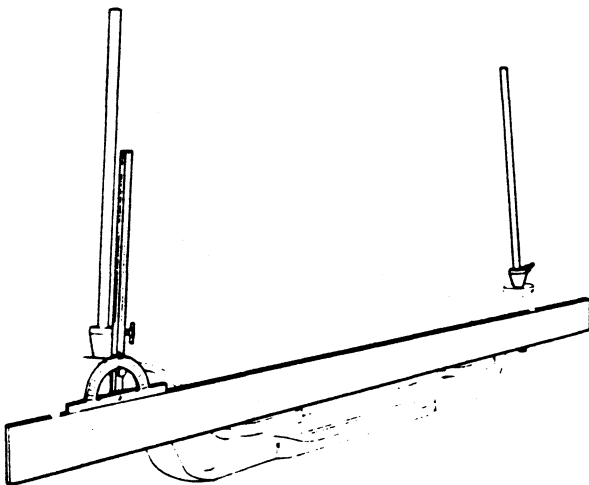

Fig. 6
7. De fuseepen-dwarshelling (K.P.I.) wordt gemeten door op de aspadden een rij en de gradenboog te plaatsen. Door nu de lineaal van de gradenboog evenwijdig met de meetstok te brengen kan de hoek afgelezen worden (Fig. 6).